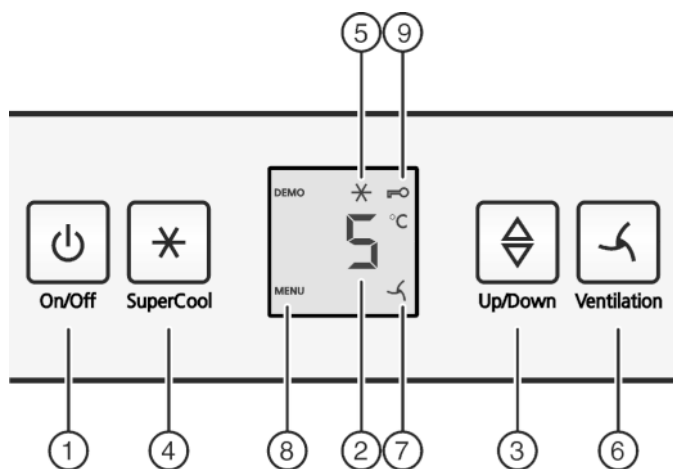

Fig. 3
- ▶ Appuyez sur la touche marche/arrêt Fig. 3 (1).
- ▶ Appuyer env. 5 secondes sur la touche SuperCool Fig. 3 (4).
- ▷ Le symbole Menu Fig. 3 (8) apparaît dans l'affichage.
- ▶ Confirmer brièvement avec la touche SuperCool Fig. 3 (4).
- ▷ Le symbole Sécurité enfants Fig. 3 (9) s'allume dans l'affichage.
- ▶ Appuyer brièvement sur la touche On/Off Fig. 3 (1).
- ▶ Appeler la fonction de température : appuyer sur la touche de réglage Fig. 3 (3).
- ▶ Modifier la température par incrément de 1 °C : appuyer sur la touche de réglage Fig. 3 (3) jusqu'à ce que la température souhaitée apparaisse dans l'affichage de température.
- ▶ Appuyer brièvement sur la touche SuperCool Fig. 3 (4).
- ▷ Le symbole SuperCool Fig. 3 (5) s'allume dans l'affichage.
- ▷ Le symbole SuperCool Fig. 3 (5) s'éteint dans l'affichage.